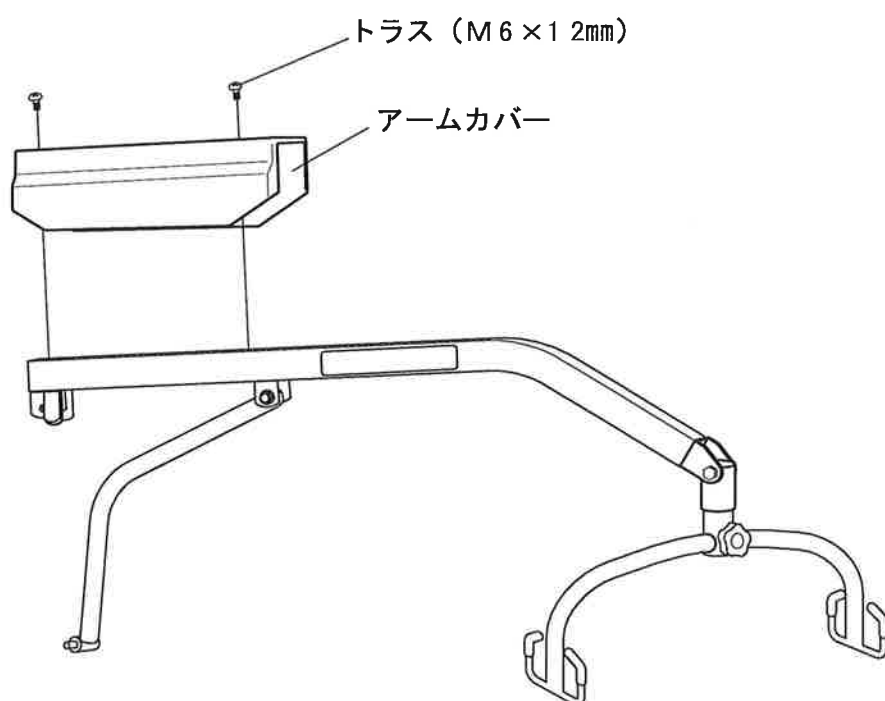

図4
- ⑤ アームについているアームカバーを外してください。（トラスM6×12mm）（図4）